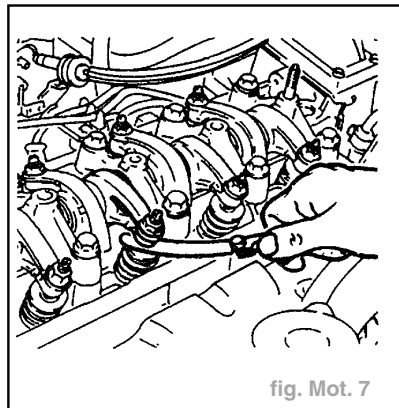

fig. Mot. 7
- Contrôler avec une jauge d'épaisseur le jeu entre culbuteur et soupape (fig. Mot. 7).